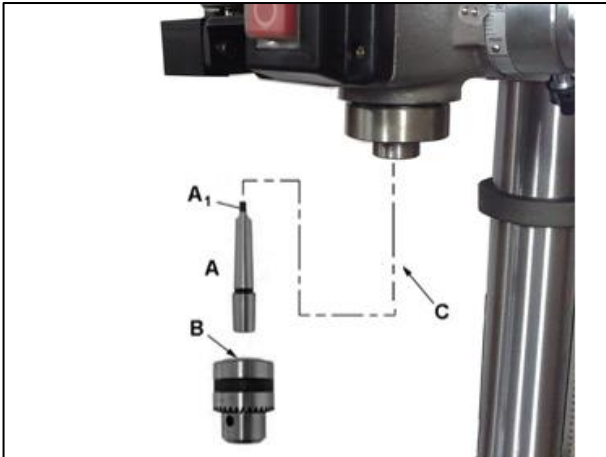

Рисунок 6-2. Монтаж сверлильного патрона и инструментальной оснастки
1. Вставьте три рукоятки подачи в гнёзда (D, Рис. 6-2).
Произведите тщательную очистку инструментальной оправки (A, Рис. 6-2), сверлильной головки (B) и шпинделя (C). Наличие любой консистентной смазки или осадков могут привести к разъединению деталей, что создает угрозу безопасности и может повредить станок.